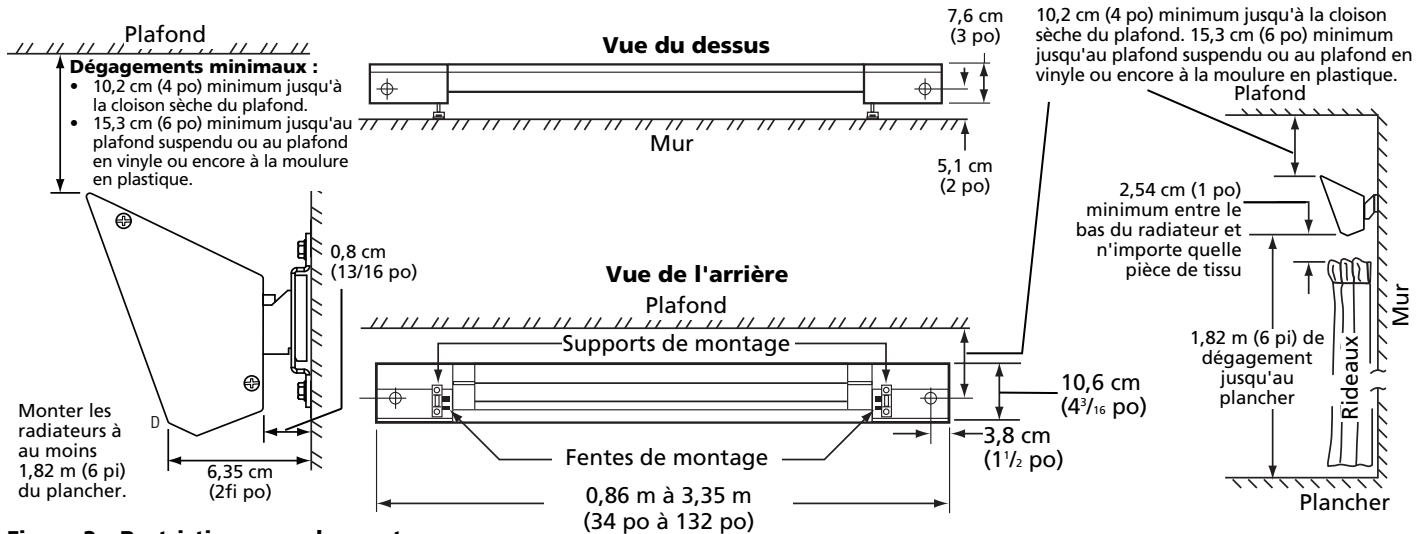

Figure 2 – Restrictions pour le montage
dommages résultant d'une surchauffe, consulter la Figure 2 pour connaître les exigences de dégagement des parties supérieure et inférieure.
1. Déterminer le dégagement adéquat par rapport au plafond en se référant à la Figure 2. Consulter le Tableau 1 pour déterminer la distance centre à centre des supports muraux d'extrémité pour le modèle particulier (puissance) à installer. Diviser cette valeur par 2 pour déterminer l'emplacement approximatif de l'installation du support mural central. Marquer ces emplacements sur le mur choisi. Repérer le montant le